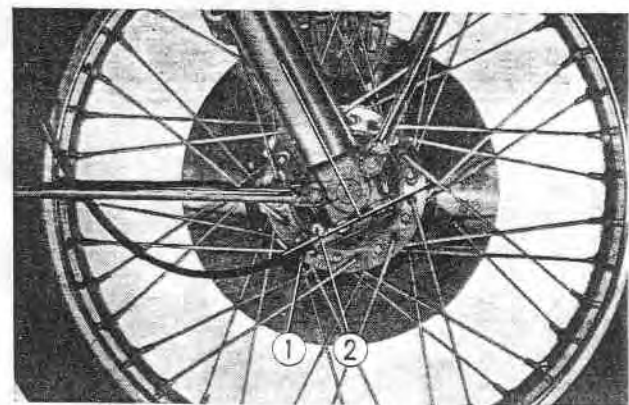

Fig. 13-13 ① Câble de l'indicateur
7. Brancher le câble de l'indicateur de vitesses sur le boîtier d'engrenages (Fig. 13-13)